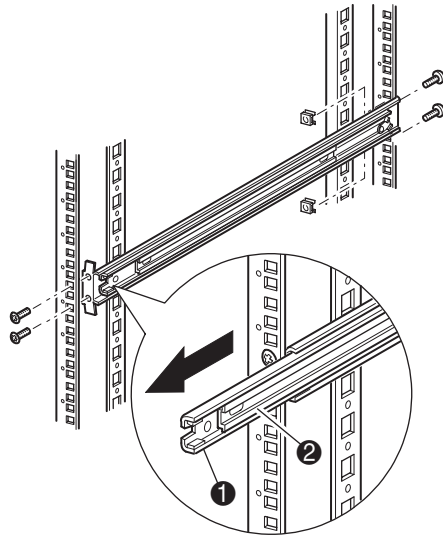

図 13: レールの取り付け
3. 2個のスライドオンクリップナット①にある、前もってテンプレートを使用して印を付けた、上側のブラケットのネジ穴の上にある2つの穴を、ラックエンクロージャの正面側の各垂直レールに取り付けます (図 13 を参照)。